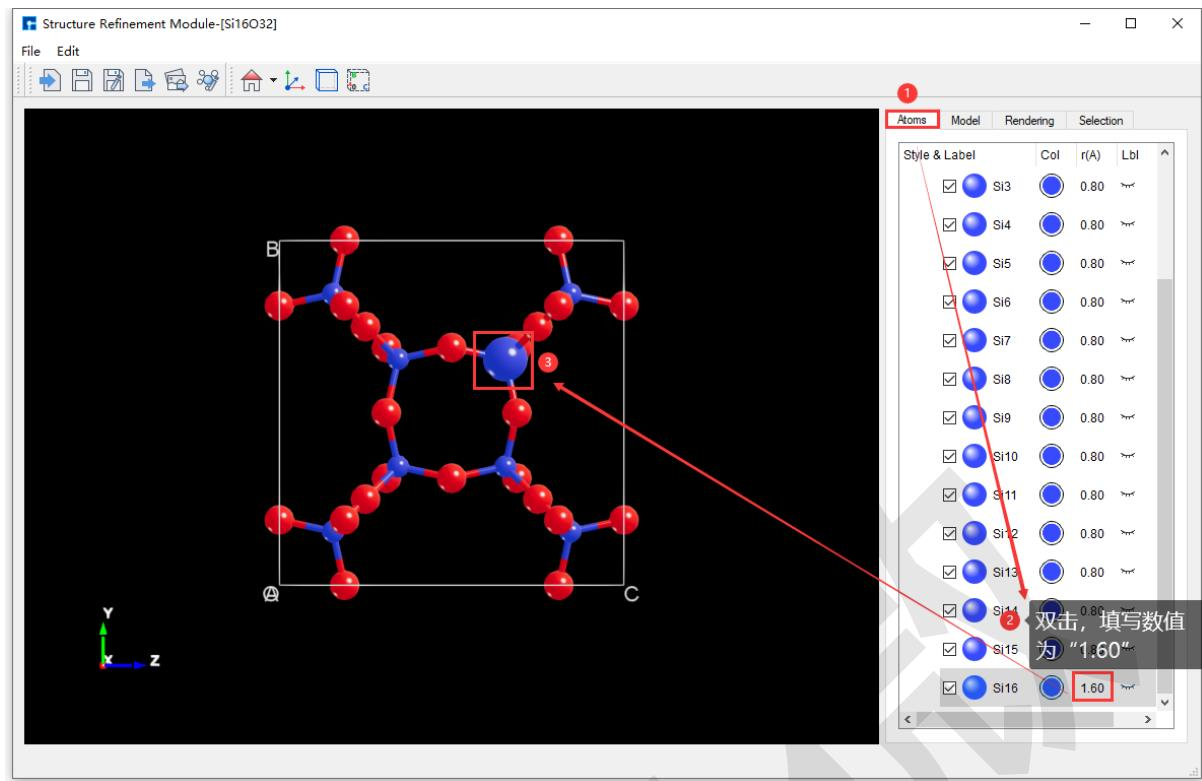

图 7.36: 不选中原子: 将 Si₁₆O₃₂ 晶体结构中 Si₁₆ 原子的半径由 0.80 修改为 1.60 的操作界面
1. 方式一: 不选中 Si₁₆ 原子, 如图 7.36 所示为将 Si₁₆O₃₂ 晶体结构中 Si₁₆ 原子的半径由 0.80 修改为 1.60 的操作界面;